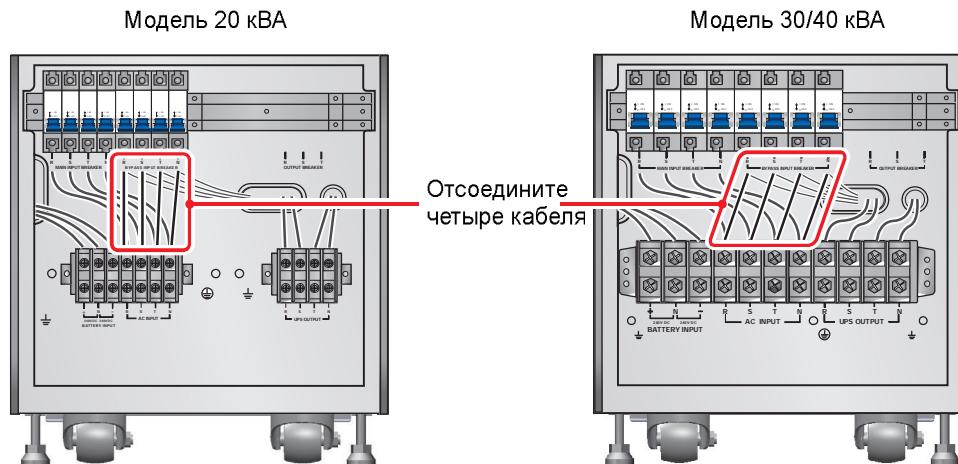

Рис. 6-7. Отключение четырёх кабелей, соединяющих блок зажимов сетевого входа с входным размыкателем байпаса
- Или удалите четыре кабеля, соединяющие соединяющие блок зажимов сетевого входа и входной размыкатель байпаса (см. *рис. 6-7*). Подключите кабели сети переменного тока R, S, T и N к входному размыкателью байпаса.